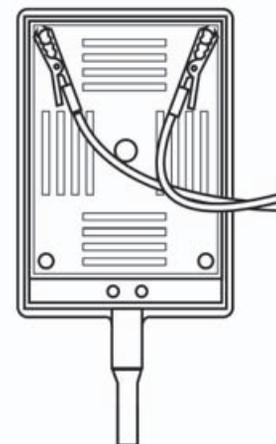

Figura 17 Ligação do conector do transdutor
- b** Conecte os fios condutores vermelhos ao conector do transdutor conforme exibido na Figura 17.